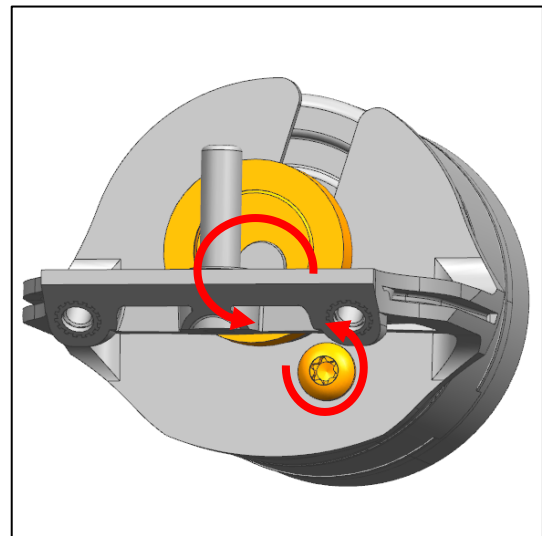

Abb. 17
- c) Drehen sie den Exzenter um 180 Grad um die zweite Schraube zu lösen (Abb. 17).